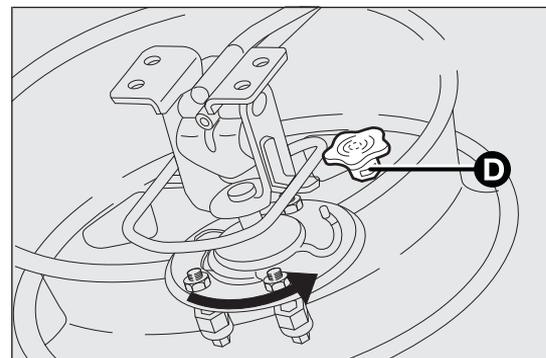

Abb. 179
- Das Rad an der Halterung einhaken und bis zum Langlochende drehen (wie in Abb. 179 gezeigt) und dann den Griff D anziehen;